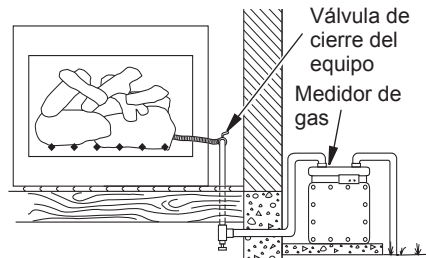

Figura 5 - Revisión de las uniones de gas
1. Cierre la válvula de cierre del equipo (consulte la figura 5).
3. Revise todas las uniones desde el medidor de gas hasta la válvula de cierre del equipo (consulte la figura 5). Aplique líquido no corrosivo para detectar fugas en todas las uniones de gas. La formación de burbujas indicará una fuga.